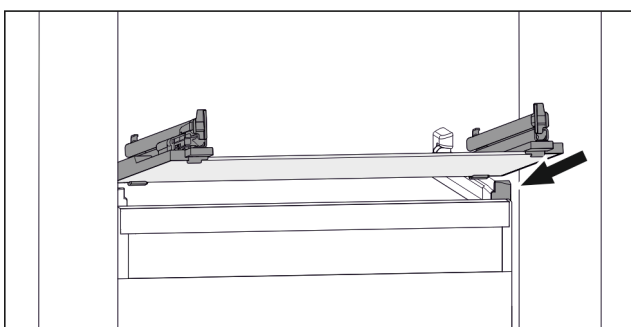

Fig. 79 Primjerna prikaz staklene ploče
- ▶ Stavite ladicu ukoso iza zaustavljača. (pogledajte Fig. 79)